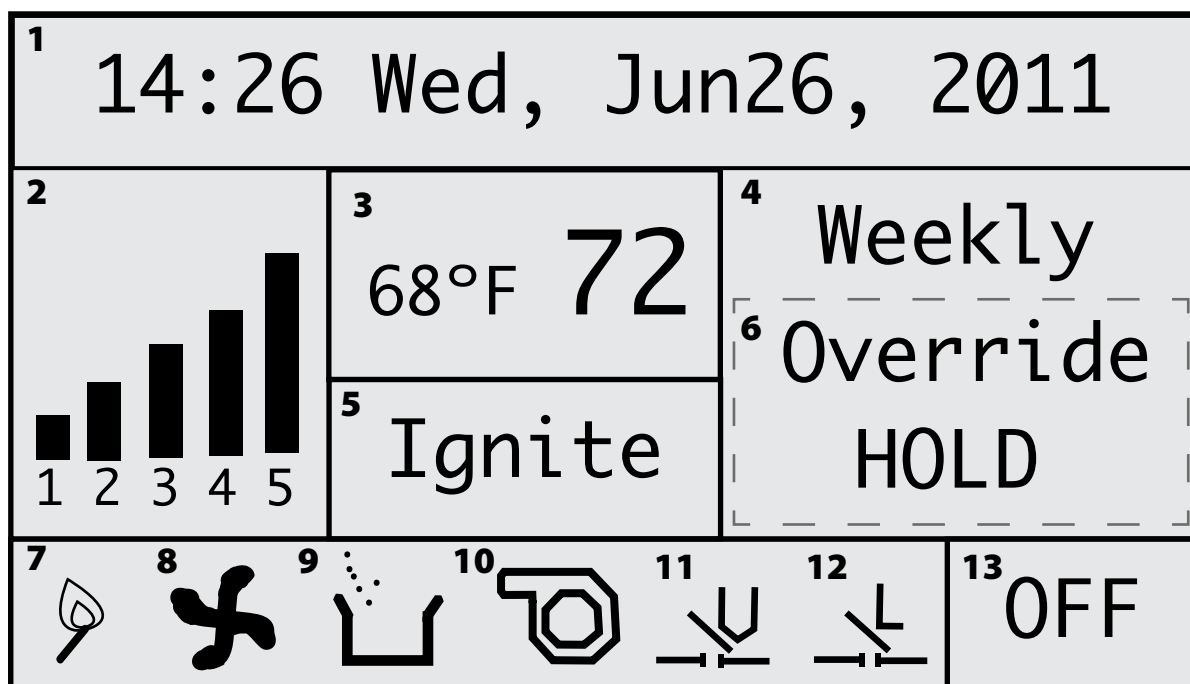

Figure 19
Lorsque le poêle se met en marche, l'indicateur d'allumage et l'indicateur du ventilateur d'air de combustion apparaîtront à l'écran (images 7 et 8 dans la Figure 19 à la page 62). « Ignite » (allumer) apparaîtra aussi dans la case Étape de fonctionnement sur l'écran. Après environ quatre secondes, l'indicateur Interrupteur de dépression apparaîtra. Remarquer aussi que l'indicateur Couvercle de trémie ouvert (Indicateur de limite) apparaîtra chaque fois que le couvercle de trémie du poêle est correctement fermé et scellé.
9. Avec un horaire défini, s'assurer que l'écran principal sur le contrôleur affiche « Weekly » (hebdomadaire) (pour un fonctionnement en mode hebdomadaire) et que l'appareil est en marche. L'horaire ne sera pas en vigueur à moins que l'appareil soit en marche en mode « Weekly ». (Voir le bouton 13 sur la Figure 19).